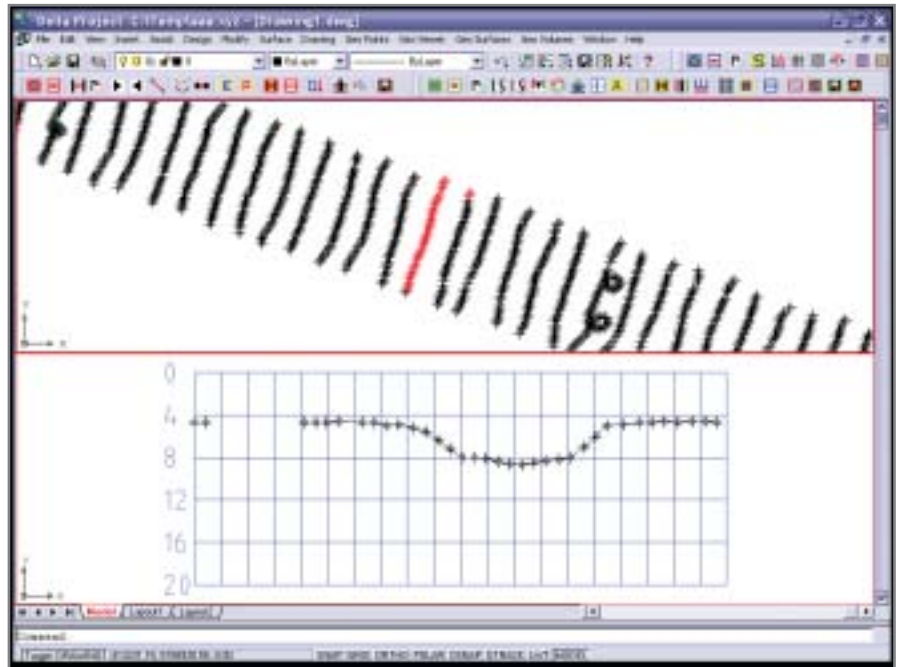

Рис. 2. Рабочее окно модуля обработки сырых промерных данных
- *DeltaPoints* – модуль, предназначенный для обработки сырых промерных данных (рис. 2).